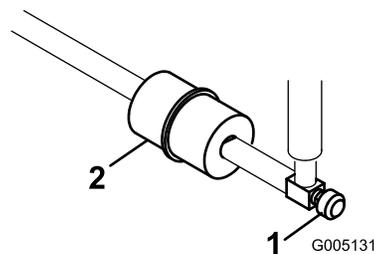

Рисунок 33
Проходной топливный фильтр встроен в топливный трубопровод между топливным баком и карбюратором (Рисунок 33).
1. Закройте клапан отключения подачи топлива (Рисунок 33).
2. Установите под фильтр сливной поддон, ослабьте шланговый хомут на обращенной к карбюратору стороне фильтра и отсоедините топливный трубопровод от фильтра (Рисунок 33).
3. Ослабьте другой шланговый хомут и снимите фильтр (Рисунок 33).